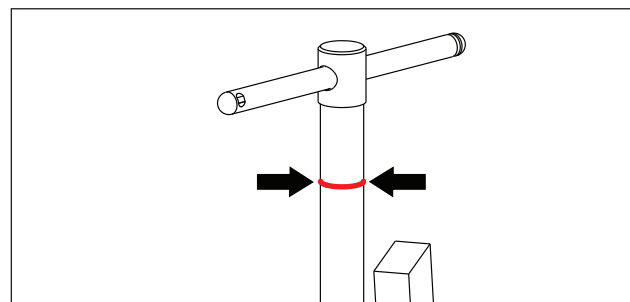

図6: ねじ止めのインジケータ（赤色の輪）
- ・ 取り外す部品の上にプーラーを取り付けた後に、ねじ止めのインジケータが見えることを確認してください。位置については図6を参照してください。調節ロッドを時計回りに回しすぎている場合、インジケータは隠れており、ねじ止めの量が十分でないことを示しています。
- 操作中は、プーラーのジョーの表示や調節ロッドの変形に注意してください。図6を参照してください。変形に気付いた場合は、直ちにポンプを停止してください。